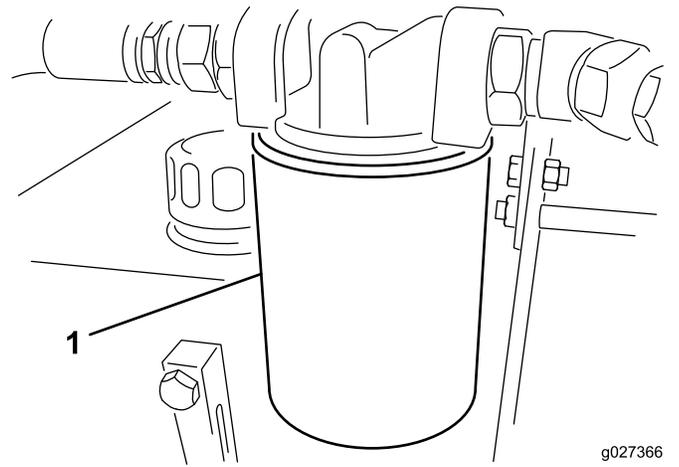

Рисунок 13
3. Поместите поддон под фильтр, а затем снимите фильтр (Рисунок 13).